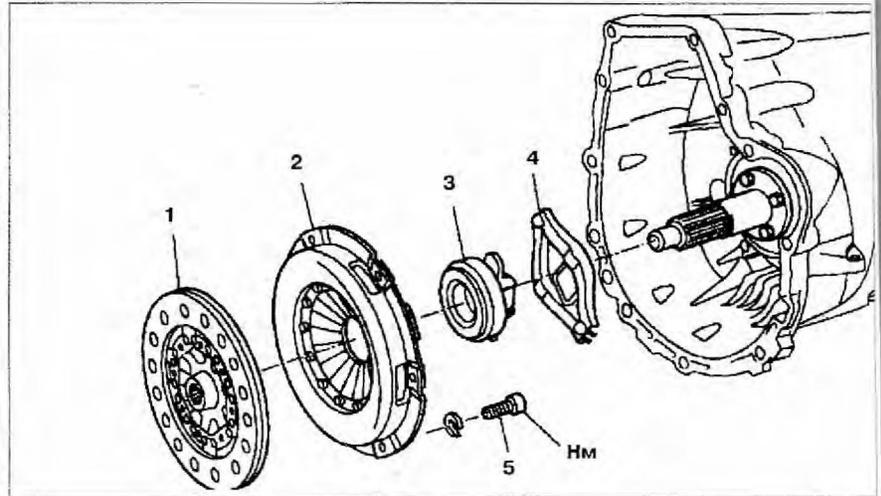

Рис. 4.1. Сцепление:
3. Снимите кожух сцепления **2** вместе с ведомым диском **1** (рис. 4.1).